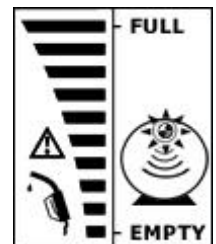

Fig. 7
- 1) Un triangle, un pistolet, un feu rouge et l'ensemble des barres clignent (fig 7)